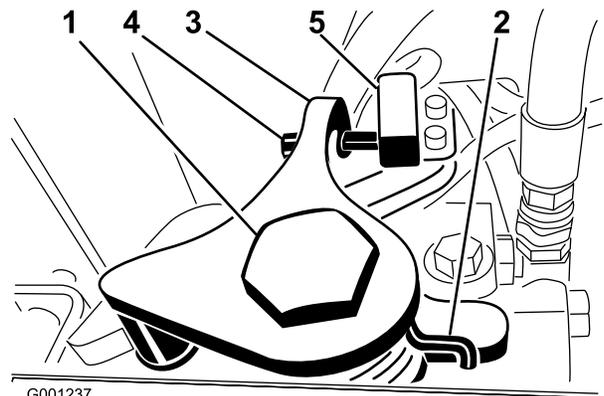

図 56
3. 走行調整カムの反対側にある固定ネジをゆるめる (図 56)。
7. ニュートラル復帰アームのネジ (図 56) を調整してネジの端部とスイッチとの隙間を 2.286~3.048 mm とする。